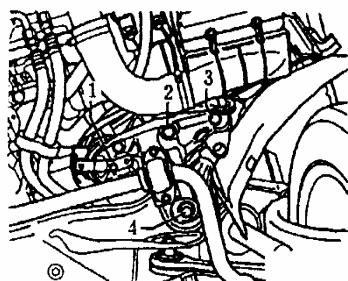

图 4-103 拆卸副车架
- (1) 拆下油底壳。
- (2) 用装配吊架 V.A.G1202A 顶起副车架。首先拆下副车架前端紧固螺栓 2 和 3（左、右侧），然后拧下螺栓 4，如图 4-103 所示。